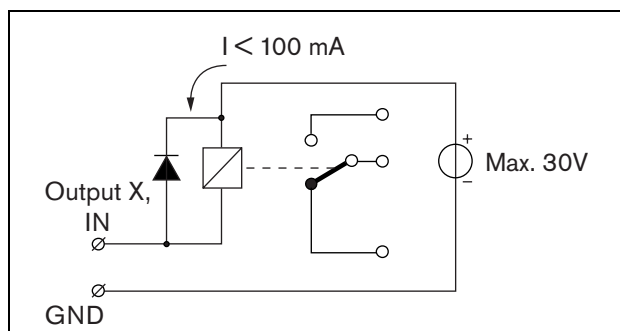

figura 14.6: Relè ad alimentazione esterna
- Relè ad alimentazione esterna. Per un diagramma di connessione, vedere figura 14.6.